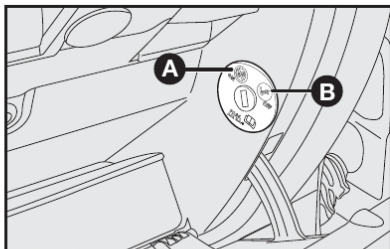

fig. 109
## Desativação do airbag frontal do lado do passageiro - fig. 109 e 110
O interruptor tem duas posições **A** e **B**-fig. 109.
**A** - Airbag frontal lado do passageiro ativado: (posição **ON A**-fig. 109) com luz-espia no quadro de instrumentos apagada.
**B** - Airbag frontal do lado do passageiro desativado: (posição **OFF B**-fig. 109) com luz-espia no quadro de instrumentos acesa.